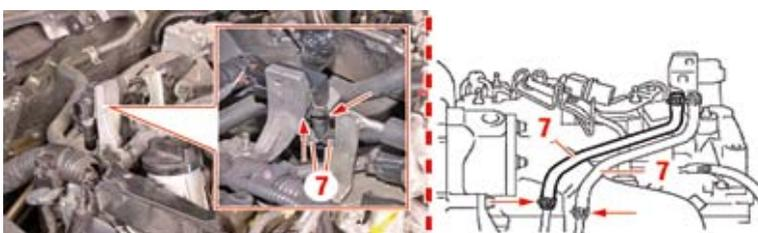

Fig. 35
- Scollegare i manicotti **(7)** del sensore di pressione e i condotti di presa di pressione (Fig. 35).